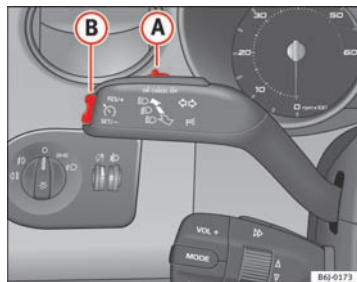

Fig. 115 Blink- og fjernlysarm: kontakt og vippeknop til fartpilot
- du trykker kontakten (A) mod **OFF**, uden at den går i hak.
Hvis du vil tilslutte fartpiloten igen, skal du flytte foden fra bremse- eller koblingspedalen eller reducere bilens hastighed til under 180 km/h og trykke én gang på den øverste del af vippeknappen **RES** ⇒ Fig. 115 (B).